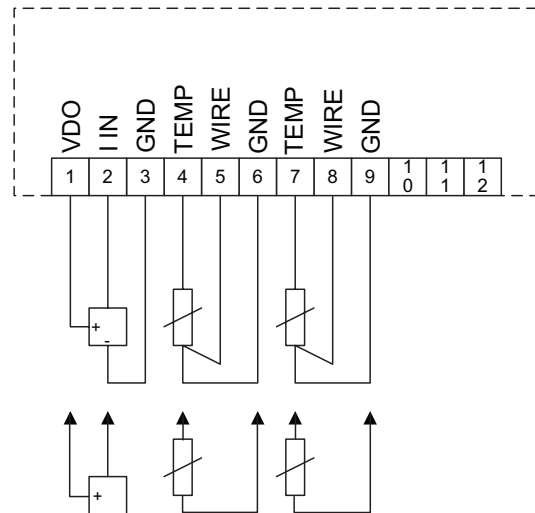

Fig. 2 Forbindelsesdiagram, MCB 114
4. Tilslut signalkablerne, og fastgør kablerne med den vedlagte kabelstrips. Se fig. 2.